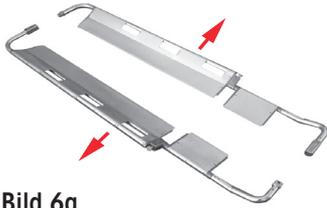

Bild 6a
3. Wiederholen Sie die Punkte 2 zum Öffnen der Fußseite (Bild 6a).